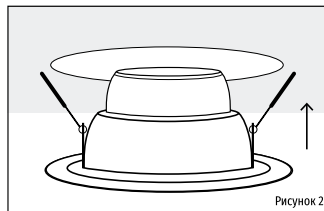

Рисунок 2
- Установите светильник во врезное отверстие, Рис. 2.